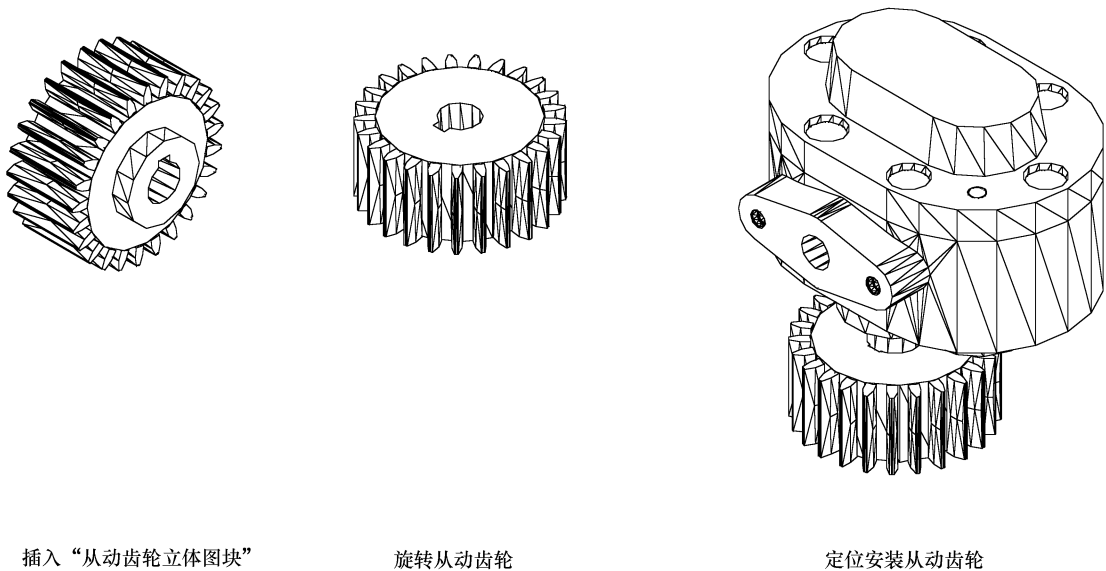

图 13-59 安装从动齿轮
Step 8 插入“从动齿轮立体图块”，并定位安装：继续执行插入块操作，插入“从动齿轮立体图块”。调整 UCS，调用“旋转”命令，调整从动齿轮方位。调用“移动”命令，定位安装从动齿轮。安装从动齿轮，如图 13-59 所示。